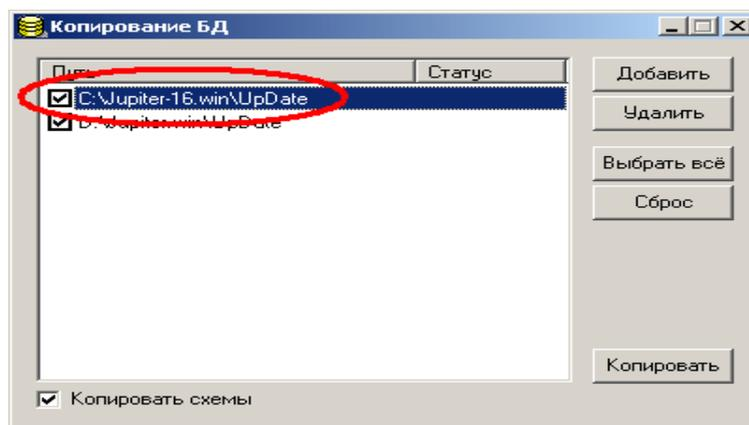

Рисунок 7.4. Настройка копирования файлов в Редакторе БД (версия Access)
2. В АРМ БД произведите настройку копирования файлов в каталог `UPDATE` АРМ ДПУ (рисунок 7.4).